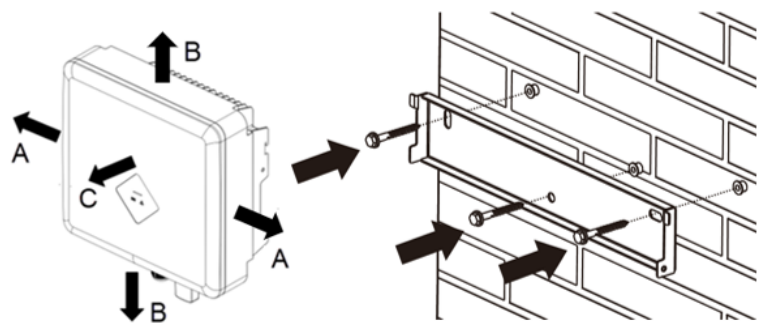

Abb. 9. Montage der Wandhalterung
- Bei der Montage zu beachtende Mindestabstände [siehe Abb. 9 auf Seite 12]